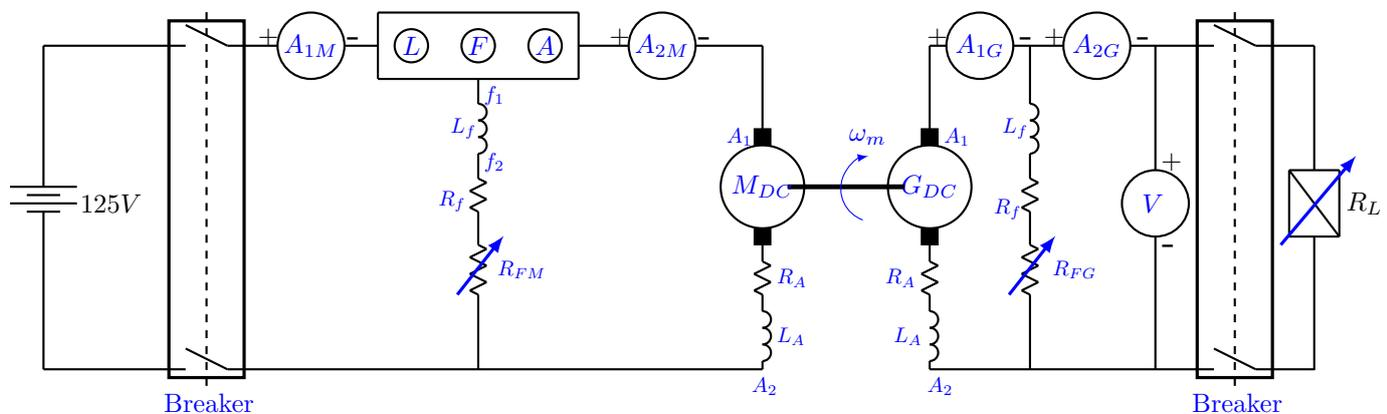

Figura 37: Circuito motor de corriente directa en derivación.
2. Montar el circuito de potencia de la figura 37. Observe que la máquina del lado izquierdo corresponde al motor CC al cual se le determinaran las curvas características. Por otro lado, la máquina CC del lado derecho es un generador CC. La filosofía es que la carga mecánica del motor es el generador.